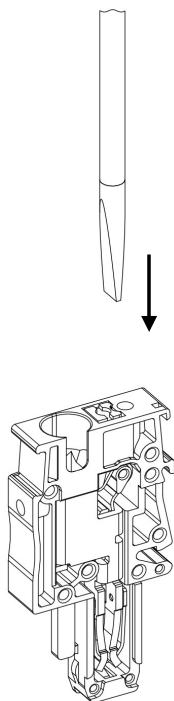
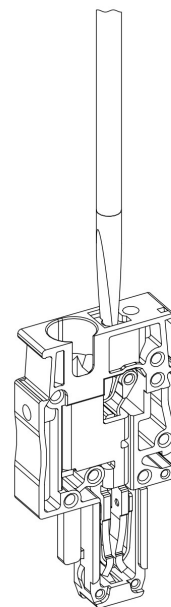

Рисунок 31 – ввод отвертки для открытия зажима
Рисунок 32 – открытый зажим
- Надавите плоской отверткой на кнопку, чтобы открыть точку подключения для ввода проводника (рис. 31; рис. 32).